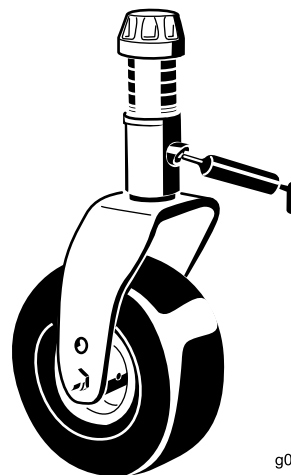

Figura 22
Arborele rolei (2) (Figura 22)